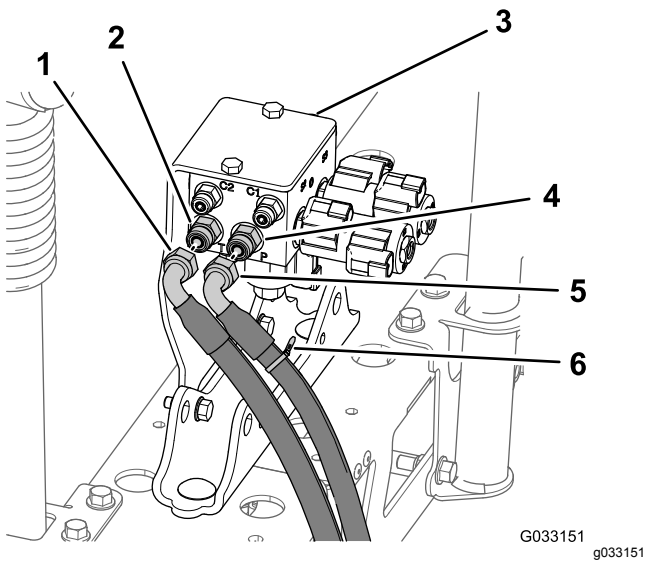

图66
1. 在喷洒臂提升歧管的P端口用扎带标记压力液压软管图66。
2. 断开喷洒臂提升歧管上的液压压力和回流软管图66。